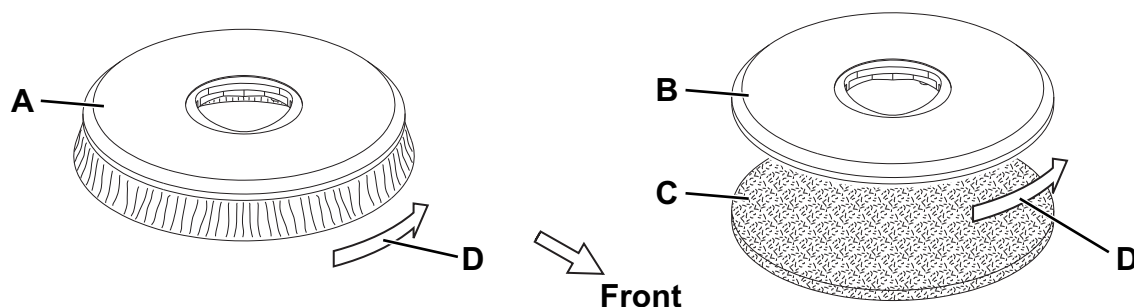

Figure 1
Selon le type de sol à nettoyer, il est possible d'installer la brosse (A, Fig. 1) ou le plateau support disque (B et C).
1. Soulever la tête porte-brosses / plateaux support disque (12) en faisant levier sur le guidon (1).
2. Positionner la brosse (A, Fig. 1) ou le plateau support disque (B et C) sous la tête.
3. Baisser la tête (12) au moyen du guidon (1).
4. Tourner la manette (32) sur un des programmes indiqués.
5. Appuyer sur le bouton-poussoir de validation (39) et sur les leviers de rotation brosse (40) en même temps pendant quelques secondes, pour permettre l'accrochage de la brosse / plateau support disque.
6. Arrêter la machine en tournant la manette (32) sur "0".
7. Soulever légèrement la tête de la machine en faisant levier sur le guidon (1), puis décrocher manuellement la brosse / plateau support disque du moyeu en la tournant dans le sens contraire au sens de rotation (D, Fig. 1).